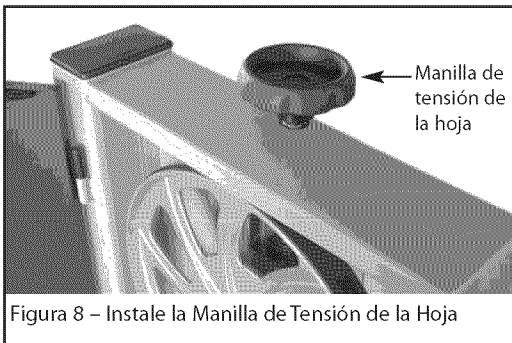

Figura 8 – Instale la Manilla de Tensión de la Hoja
- Coloque la manilla de tensión de la hoja en el tensor de la hoja (véase la Figura 8).